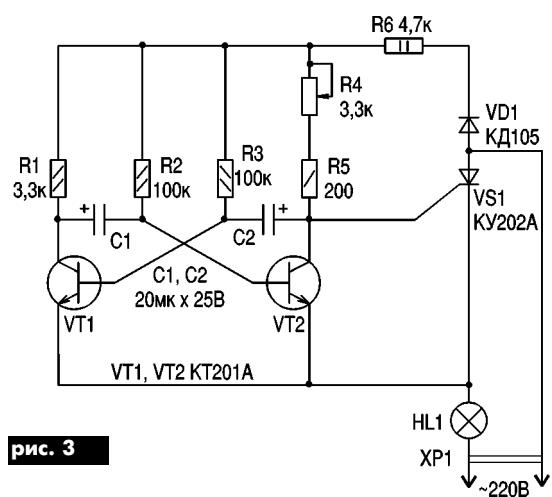

рис. 3
3. Третій тип світломузики дає стробоскопічний ефект (**рис. 3**). Живлення усього приладу здійснюється від 220 В. HL1 блимає з частотою, яка плавно регулюється від 0 (постійне світлення) до 25 Гц (мерехтіння стає ледь помітним для ока). Зупиняємося на принципі роботи схеми детальніше.